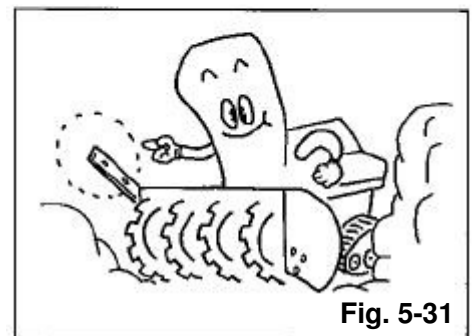

Fig. 5-31
- Verwenden Sie den Seitenmarkierer als Anzeiger für die Breite des Schneeräumens oder verwenden Sie ihn zum Aufschneiden der Schneeräum-Seitenebene (siehe Abbildung 5-31).